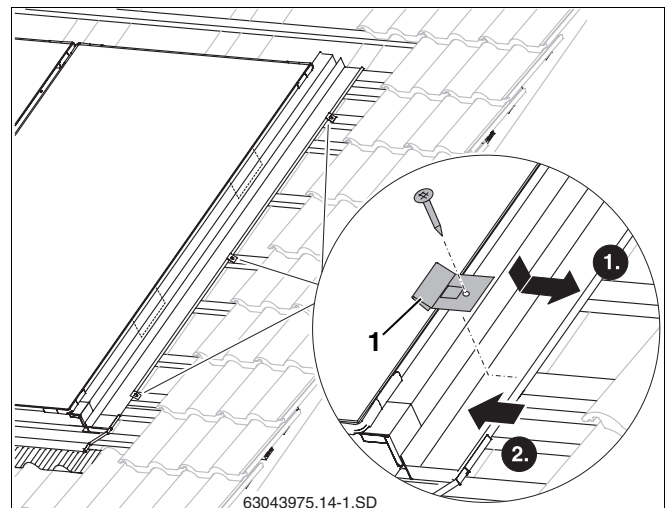

Fig. 50 Fixação da chapa de cobertura lateral
- ▶ Colocar o grampo de fixação (fig. 50, **item 1**) no bordo da chapa de cobertura lateral.